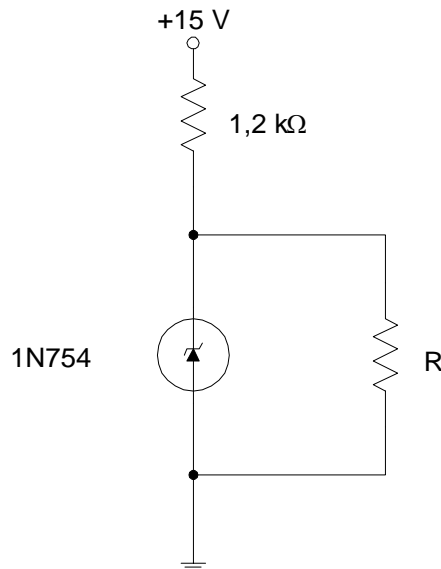

Figura 4. Circuito para el experimento 4.
2. Construya el circuito de la Figura 4. Mida la tensión a través de la resistencia R para  $R = 10\text{k}\Omega$ ,  $R = 1,0\text{ k}\Omega$  y  $R = 100\ \Omega$ .
3. Calcule el valor de R en la Figura 4 para el que el diodo Zener deja de proporcionar una regulación de tensión. Verifique su cálculo de forma experimental. [**P.4.1 Explique por qué el diodo Zener deja de regular para ciertos valores de R. Consejo: piense en el “divisor de tensión” o el “divisor de corriente”**].